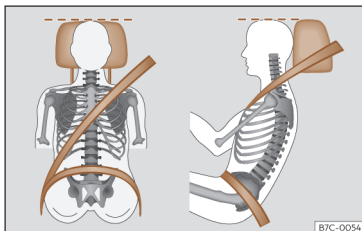

Fig. 18 Faixa do cinto de segurança e encosto de cabeça corretamente regulados.
- Ajuste o encosto de cabeça de modo a que o rebordo superior do encosto fique, na medida do possível, à altura da parte superior da cabeça, e nunca abaixo dos olhos¹⁾. Mantenha a nuca o mais próximo possível do encosto de cabeça >>> **Fig. 18**.
- Ajuste longitudinalmente o banco, de modo a poder carregar a fundo nos pedais com os joelhos ligeiramente fletidos e a ficar uma distância entre a zona dos joelhos e o painel de instrumentos de pelo menos 10 cm (4 polegadas) >>> **Fig. 18**.